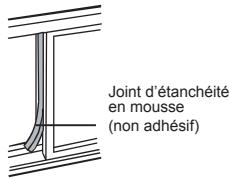

Fig.15
5. Coupez le joint d'étanchéité en mousse (non adhésif) à la longueur appropriée et scellez l'ouverture entre le châssis avant et le châssis extérieur. Fig. 15.